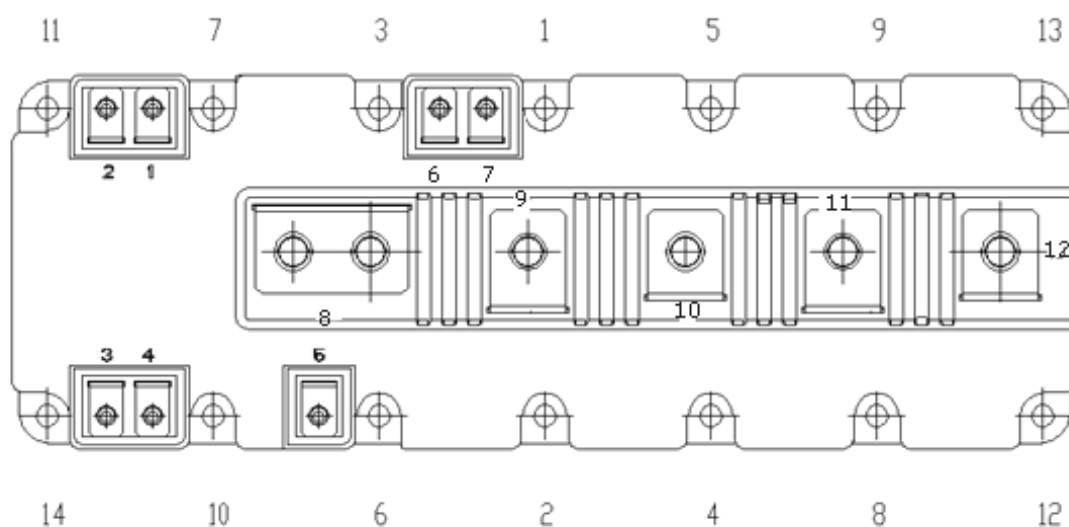

图 7 PrimePACK™ 模块建议的安装顺序
2. 使用 $6\text{Nm} \pm 10\%$ 螺丝横向拧紧，如图7所示：PrimePACK™2模块的 1 – 10 和PrimePACK™3模块的 1– 14。